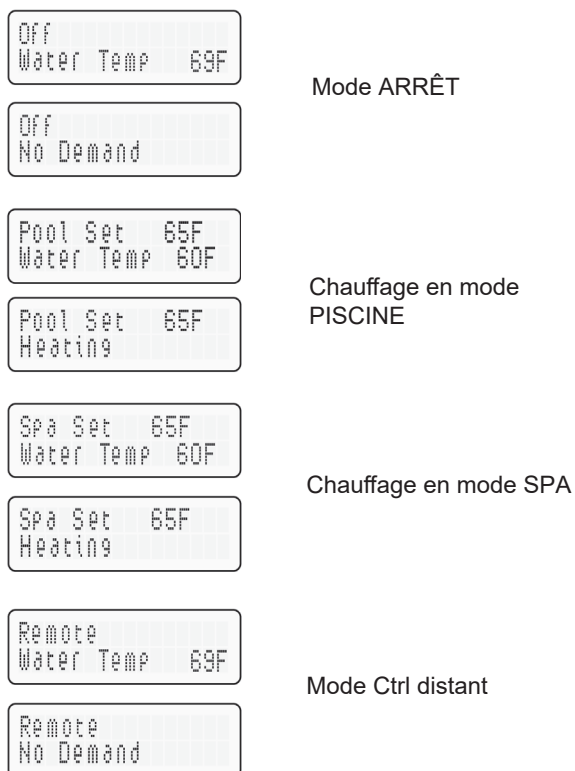

Figure 52. Menu thermostat externe - Commande à distance
**ATTENTION:** cet appareil à module de commande numérique peut être commandé par un thermostat externe, dans la majorité des cas. L'écran affiche la température actuelle de la piscine, l'état de fonctionnement et les codes d'entretien, voir Figure 52. Les touches du panneau de commande permettent de sélectionner la température de consigne de la piscine ou du spa. Le cas échéant, l'écran de l'appareil indique qu'il est commandé à distance (**Remote**). Avant de raccorder l'appareil à un thermostat externe, vérifiez s'il s'agit d'un système à deux ou trois fils. Suivez les instructions appropriées ci-dessous pour correctement raccorder le thermostat externe à l'appareil.